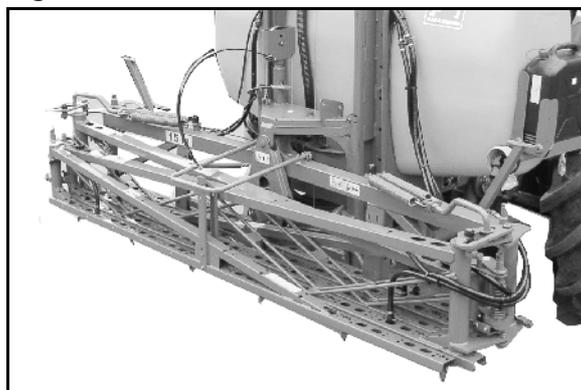

Fig. 49
4. Après le repliage, s'assurer que la sécurité au transport s'enclenche correctement (Fig. 49).